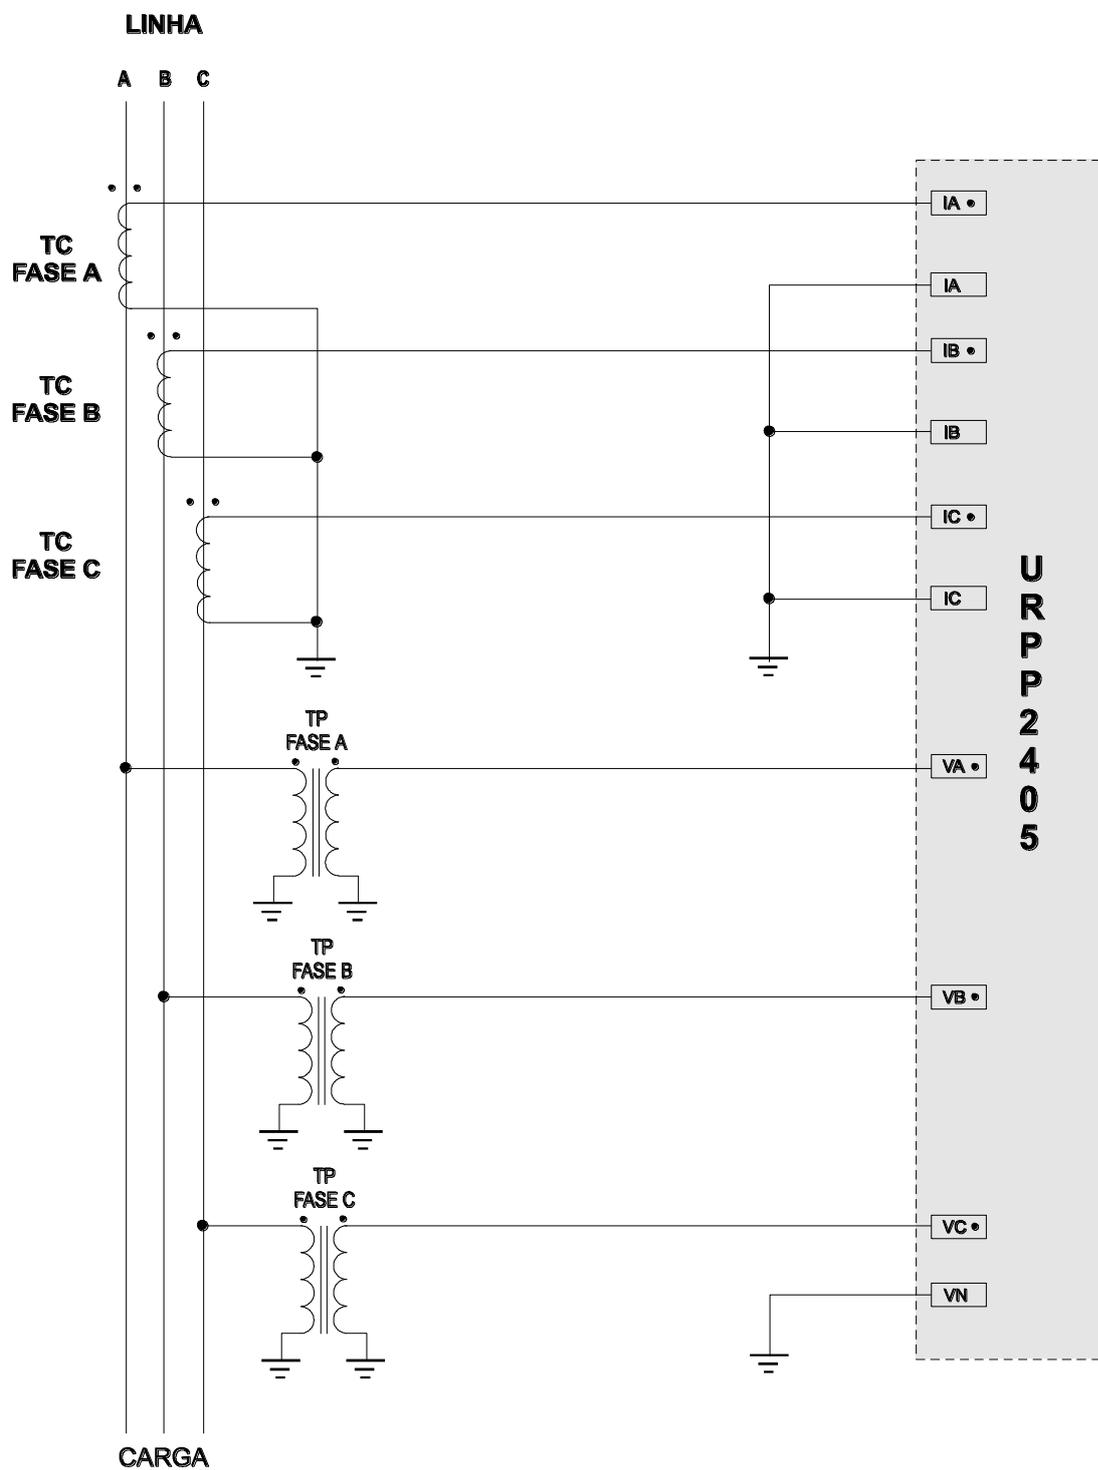

Figura 3: Esquema de ligação para o relé direcional de potência.
A conexão das entradas de tensão do **URPP 2405** com a instalação elétrica é realizada com o secundário do transformador de potencial (TP) fechado em estrela **\_ Y** (vide figura 3).